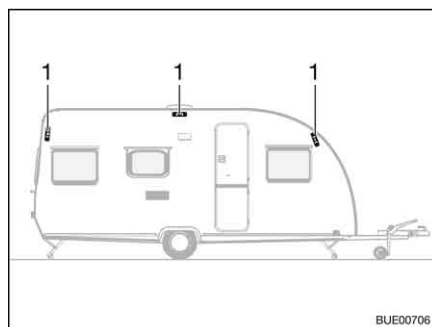
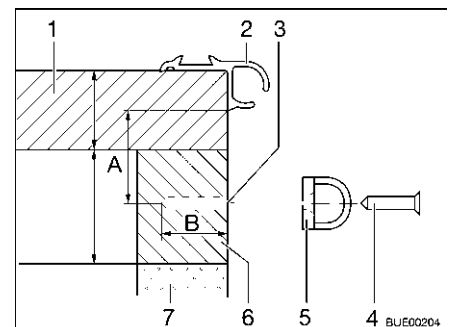

Bild 23 Vorzeltösen am Caravan
Bild 24 Vorzeltösen montieren
Die Bohrungen (Bild 24,3) für die Vorzeltösen (Bild 23,1) müssen 35 mm (Bild 24,A) unterhalb der Vorzeltleiste (Bild 24,2) angebracht werden. Nur an diesen Positionen haben die Schrauben (Bild 24,4) Halt in den Holzleisten (Bild 24,6) unter dem Dach (Bild 24,1). Unterhalb der Holzleisten enthalten die Wände eine Styroporfüllung (Bild 24,7).
Vorzeltösen (Bild 24,5) mit Schrauben (Bild 24,4) befestigen.
- Vorzelt mit dem einen Ende in die Vorzeltleiste (Bild 24,2) einführen.